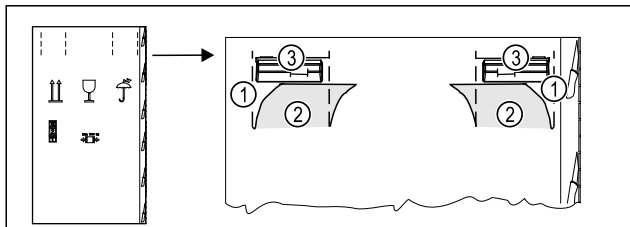

Fig. 4
- ▶ Utisnite kartonsku ambalažu na vrhu perforacije Fig. 4 (1).
- ▶ Izvucite utisnute spojnice Fig. 4 (2).
- ▶ Ručka za nošenje Fig. 4 (3) s desne i lijeve strane je vidljiva.
- ▶ Držite uređaj za ručke za nošenje Fig. 4 (3).